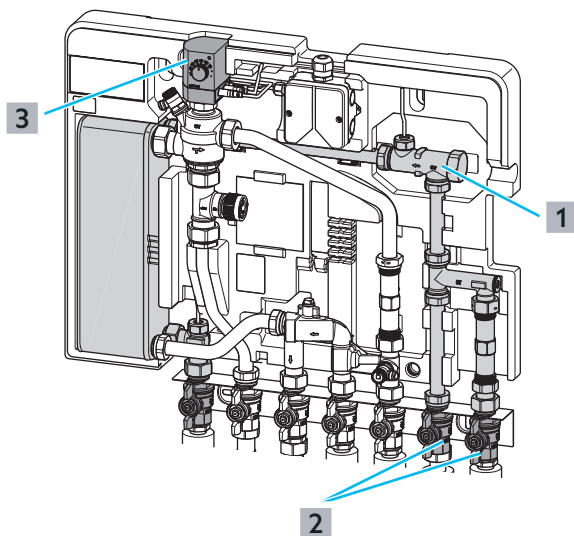

Fig. 37: Contrôle et nettoyage du capteur de débit
- 1** Fermer les robinets à tournant sphérique dans l'arrivée d'eau froide et la sortie d'eau froide ((2) sur la Fig. 37 en page 39) dans le circuit E.C.S.